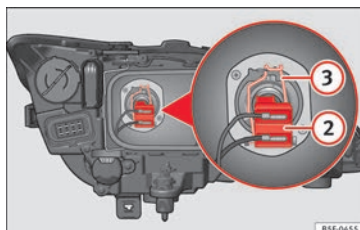

Fig. 103 Médios.
- Retirar o conector » Fig. 103 ② da lâmpada.
- Desengate a mola de fixação » Fig. 103 ③ pressionando-a para dentro e para a direita